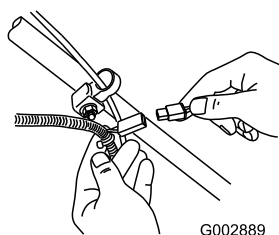

Рисунок 24
1. Подсоедините зарядное устройство к жгуту проводки газонокосилки, расположенному под ключом зажигания (Рисунок 24).